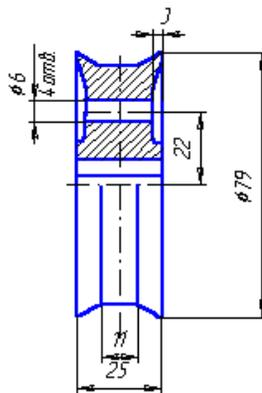

Рис. 91
1. С помощью команды *Линейный размер*, проставляем размеры (рис. 91):